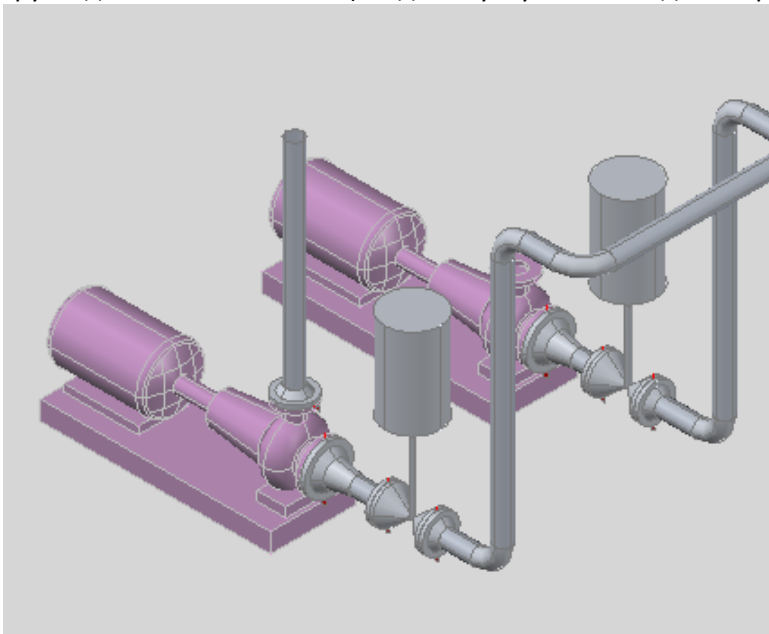

Рис. 89
- Привяжитесь к верхнему штуцеру насоса **H-1001** и постройте вертикальный участок трубы до отметки **2200 мм** (введите букву **У** в командной строке) (Рис. 89).